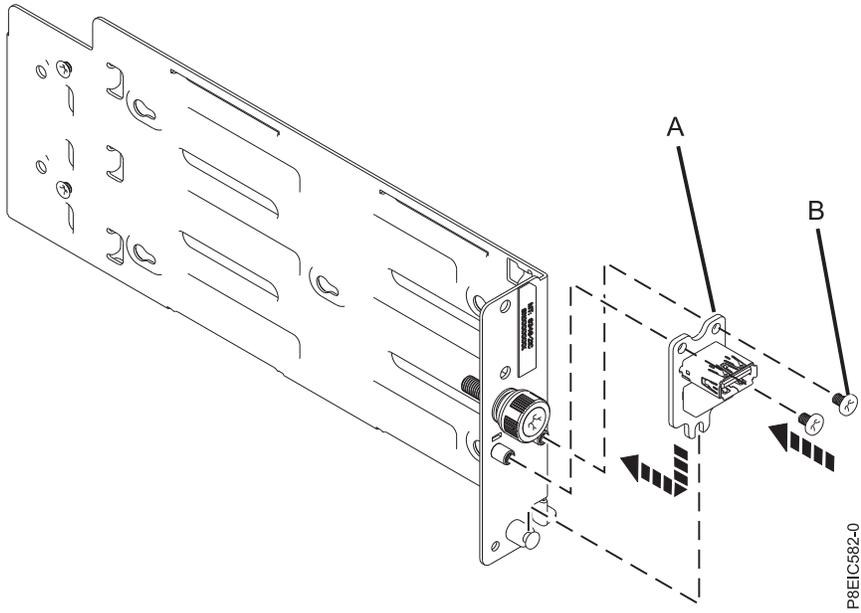

Figure 110. Remise en place de la carte USB
2. A l'aide de la broche d'alignement, abaissez l'ensemble carte et cordon USB (A) dans le support ; remettez en place les deux vis (B) pour fixer la carte USB, comme illustré dans la figure 110, à la page 102.